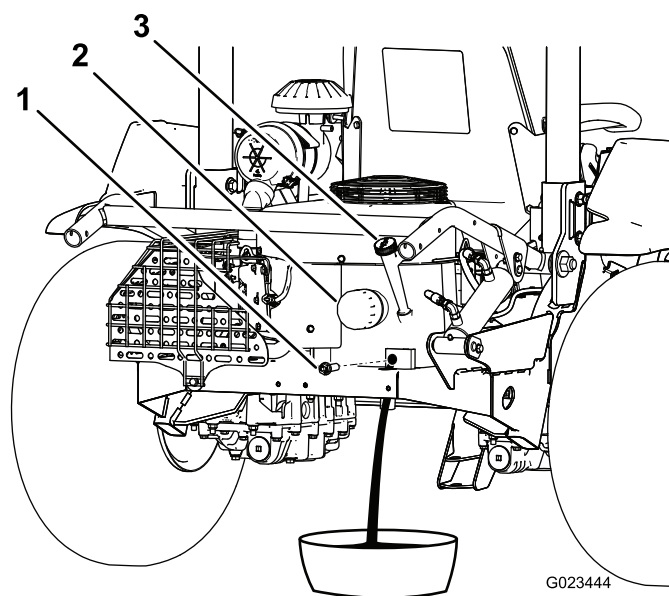

Figura 40
3. Retire o tampão de escoamento (Figura 40) e deixe o óleo escorrer para um recipiente adequado. Quando o óleo parar de escorrer, volte a montar o tampão de escoamento.